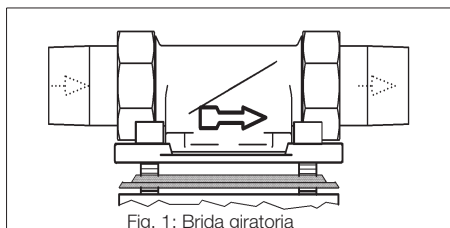

Fig. 1: Brida giratoria
- sentido de circulación (véase fig. 1)
La flecha de la brida giratoria debe coincidir con el sentido de circulación del agua (véase fig. 1).